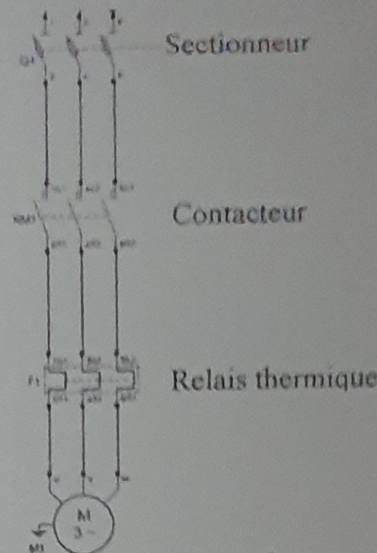

Figure 2. Moteur Asynchrone.
1. Chaque tapis est entraîné par un moteur asynchrone triphasé et commandé par un API, dont le schéma de puissance est illustré sur la figure 2.